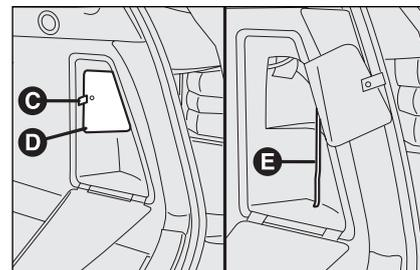

fig. 131
- saisir la languette **C-fig. 131** de manière à ouvrir le deuxième volet **D**;